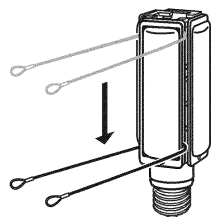
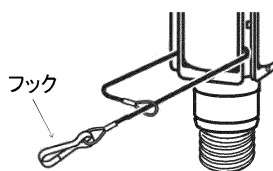

図2
図3
2. ワイヤーを(図2)のように口金方向にスライドした後、ワイヤーを(図3)のように輪に通し、フックを取り付けてください。